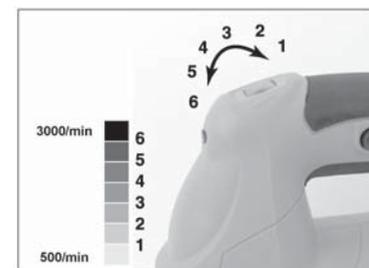

Fig. 3 – AJUSTE DE VELOCIDADE
Este equipamento possui botão com 6 opções de ajuste de velocidade (velocidade variável). A variação da velocidade da lâmina pode ser feita através do ajuste no botão (3). Para velocidade baixa ajuste o botão para a posição 1 e para aumentar a velocidade mude a posição do botão (3) até atingir a velocidade máxima na posição 6, conforme indicado no gráfico (Fig. 3).